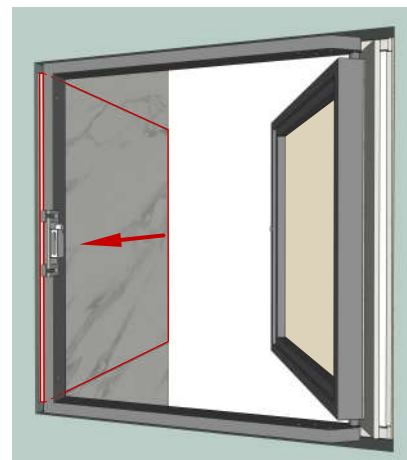
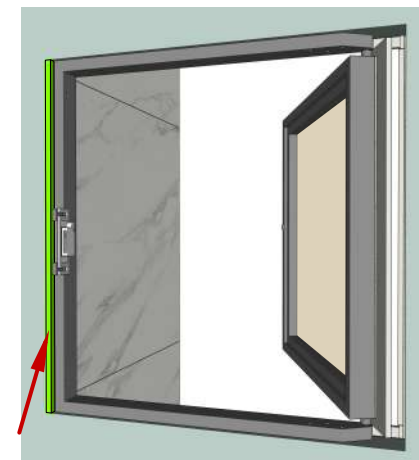

Рис. 2
Рис. 3
1) При подготовке проёма для данного люка, необходимо со стороны замка запустить плитку с перпендикулярной стены в проём (Рис.2) или нарастить эту стену в один уровень с плиткой на стене (Рис.3).